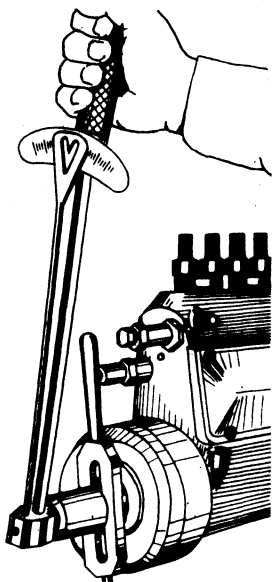

Рис. 57. Затяжка гайки крепления муфты опережения
9. Установить муфту опережения впрыскивания, предварительно долив в нее масло, и затяните гайку ее крепления моментом  $130-150 \text{ Н}\cdot\text{м}$  ( $13-15 \text{ кгс}\cdot\text{м}$ ) (рис. 57). Гайку крепления муфты затягивайте с помощью головки торцового ключа, входящей в комплект шоферского инструмента.